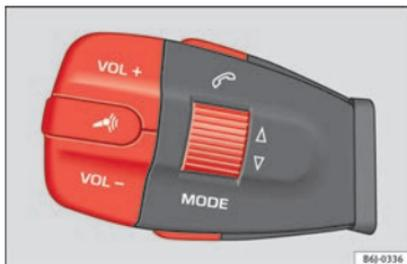

Fig. 80 Tasti del comando multifunzione.
Con il sistema attivo, premendo il tasto **» fig. 80**  ("PTT") si attiva il controllo vocale e se non c'è un telefono vincolato, si attiva la visibilità e comincia la ricerca di un telefono.
• Azionare l'accensione con la chiave. Il sistema del veicolo è visibile per il telefono cellulare, mediante Bluetooth, per 3 minuti. Passati i 3 minuti sarà possibile attivare la visibilità per altri tre minuti, premendo il tasto  (“PTT”) **»»» fig. 80.**
Il sistema di comando vocale si attiva con il tasto »» fig. 80 ("PTT").
Premendo brevemente il tasto »» fig. 80 ("PTT") sul comando multifunzione, si può iniziare il dialogo in qualsiasi momento.
Premendo brevemente il tasto PTT »» fig. 80 ("PTT") sul comando multifunzione, si può concludere il dialogo in qualsiasi momento. Se il sistema è in attesa di un comando, si può concludere il dialogo con l'ordine "ANNULLA".
Premendo il tasto »» fig. 80 ("PTT") durante il messaggio, si conclude solo il messaggio che si sta riproducendo ed è possibile così pronunciarne un altro.